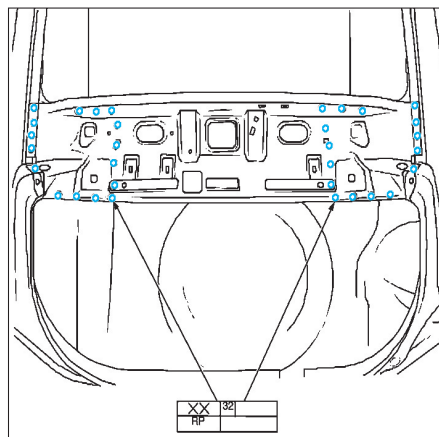

FIG. 165
- Souder la traverse (**fig. 165**).